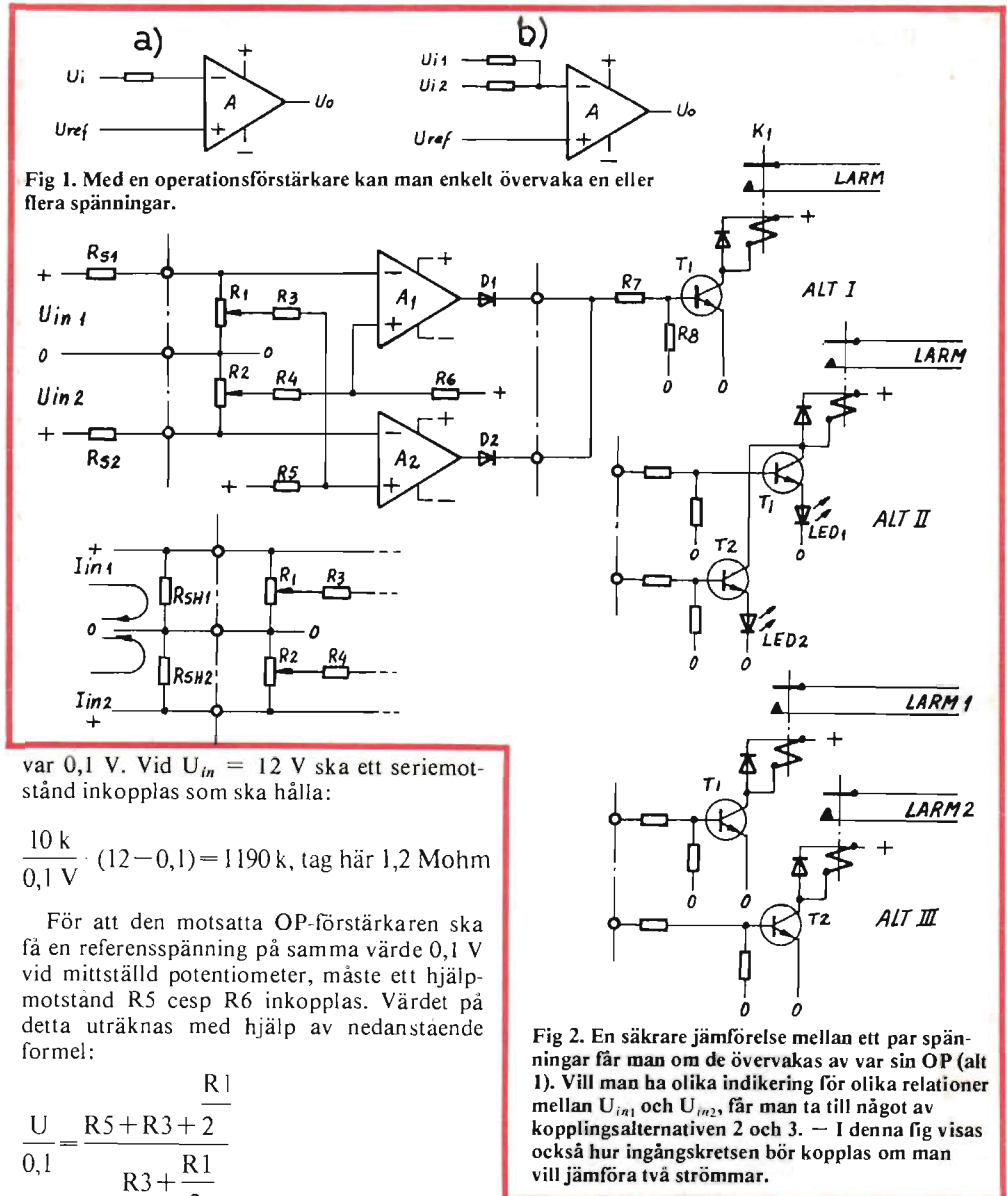

Fig 1. Med en operationsförstärkare kan man enkelt övervaka en eller flera spänningar.
■ ■ En vanlig metod att med en OP övervaka en spänning framgår av *fig 1 a*. Den inkommande spänningen jämförs med en referensspänning U_{ref} . När $U_{in} > U_{ref}$ är utspänningen från OP-steget A negativ. Är $U_{in} < U_{ref}$, går utgången positivt. Vill man övervaka två spänningar kan *fig 1 b* vara ett alternativ. Om $U_{in1} > U_{ref}$ är utgången negativ, men om U_{in2} skulle stiga, fås ingen extra indikering av detta. Därför fordras en krets som verkligen indikerar de två spänningarnas momentana inbördes förhållande.